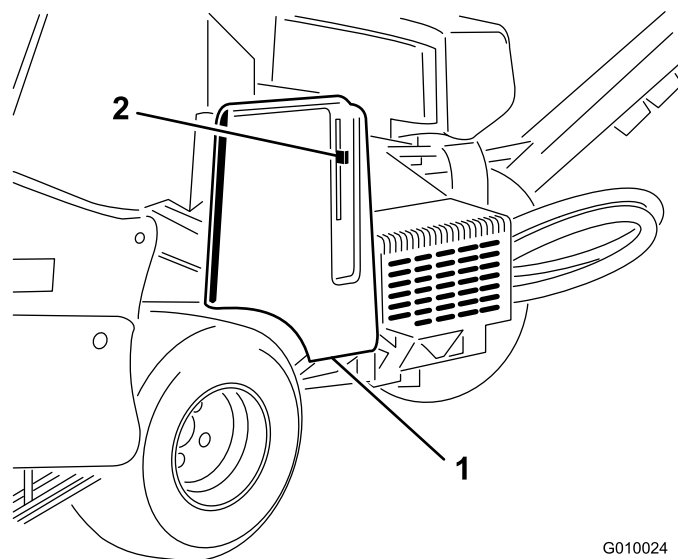
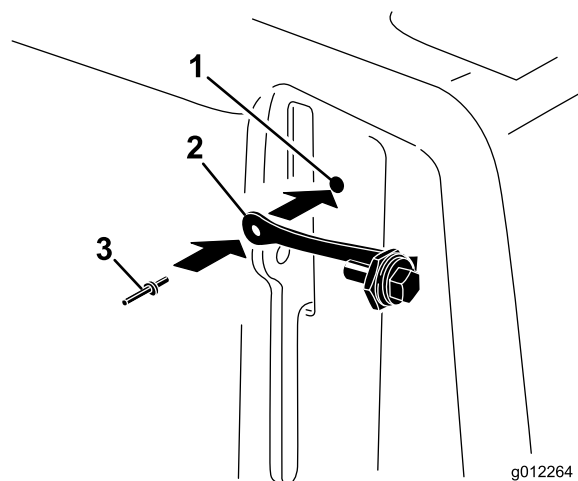

Figura 8
Figura 9
- Fissate il cordino al foro presente sul paracinghia per mezzo di un ribattino con spina (Figura 9).
- Individuate il foro sul paracinghia, vicino alla leva del dispositivo di fermo (Figura 8 e Figura 9).